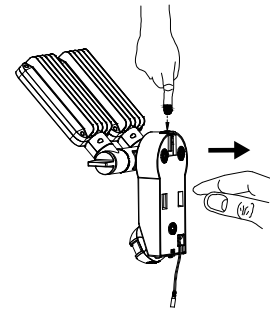

Bild 2
- Tryck på frigöringsknappen på ovsidan (Bild 2) och öppna höljet genom att dra väggfästet